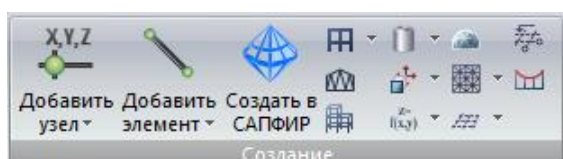

Рис. 13. Панель **Создание**
- **Создание** (рис.13) – операции по созданию регулярных фрагментов и сетей, ферм, пространственных рам, генерация различных поверхностей, добавление узлов и элементов, триангуляция контуров, задания на схеме строительных осей и высотных отметок